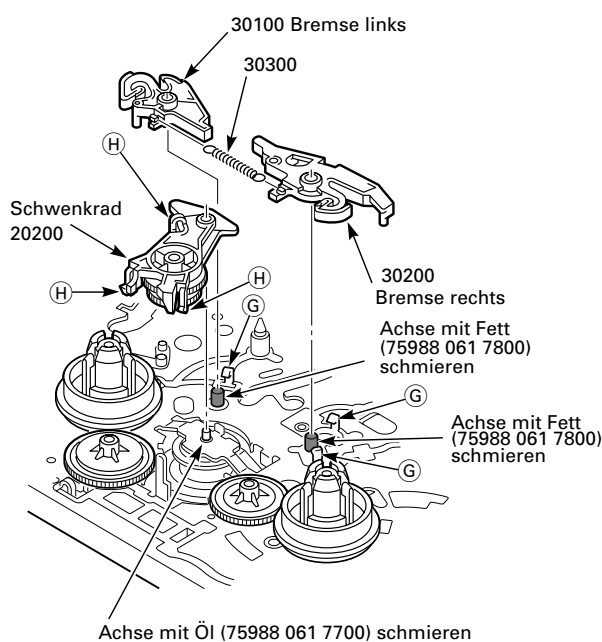
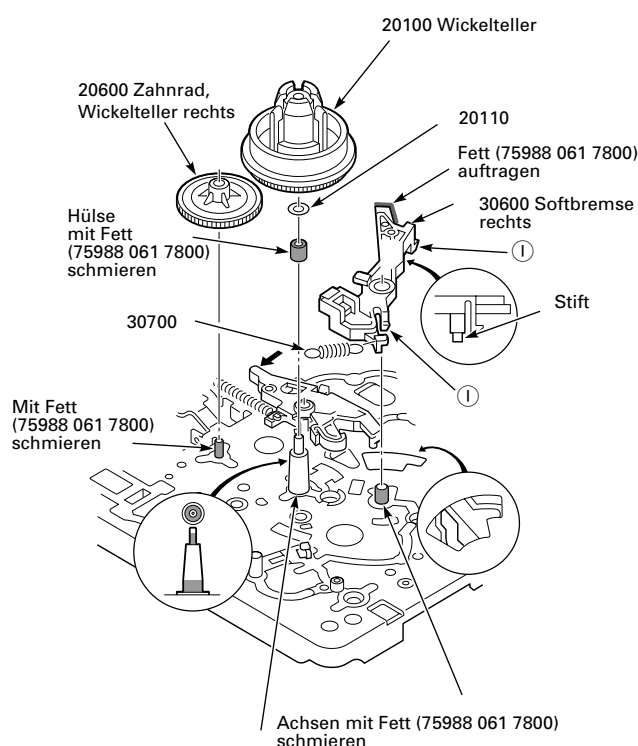
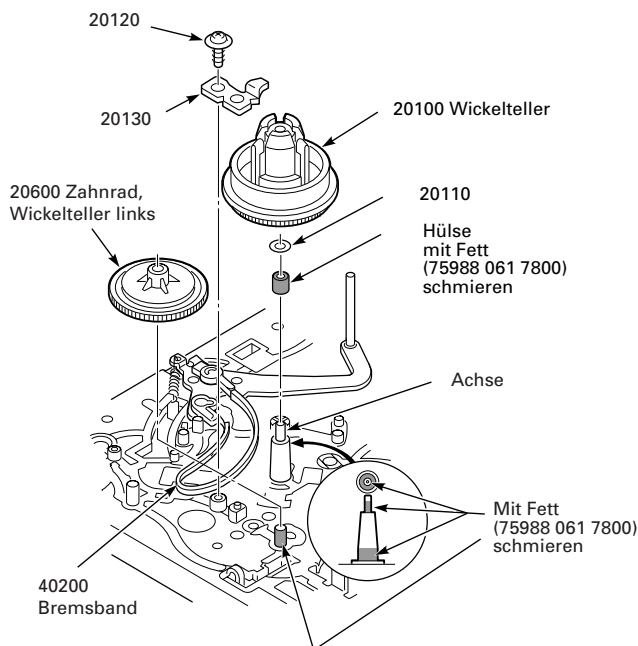

Fig. 8.17
Fig. 8.19
Fig. 8.20
- Feder der Hauptbremsen (30300) aushängen, Rasthaken ⑥ ausrasten und Bremsen (30100 und 30200) herausnehmen (Fig. 8.17).
- Rasthaken ⑨ ausrasten und Schwenkrad (20200) herausnehmen (Fig. 8.17).
- Feder (30700) aushängen, Rasthaken ① ausrasten und Softbremse (30600) herausnehmen (Fig. 8.19).
- Verwenden Sie zum Schmieren des Bremsschiebers ausschließlich die Schmiermittel **75988 061 7700** und **75988 061 7800** und beachten Sie die Schmierhinweise in Fig. 8.17 – Fig. 8.19 !
- Rechten Wickelteller (20100) abnehmen (Fig. 8.19).
- Linken Wickelteller (20100) abnehmen (Fig. 8.20).
Achtung: Die in Fig. 8.19 und 8.20 gezeigten Hülsen können nur getauscht werden, wenn sie aus Kunststoff bestehen.
- Verwenden Sie zum Schmieren der Achsen und der Hülse ausschließlich das Schmiermittel **75988 061 7800** und beachten Sie die Schmierhinweise in Fig. 8.19 und Fig. 8.20 (grau hinterlegte Flächen)!